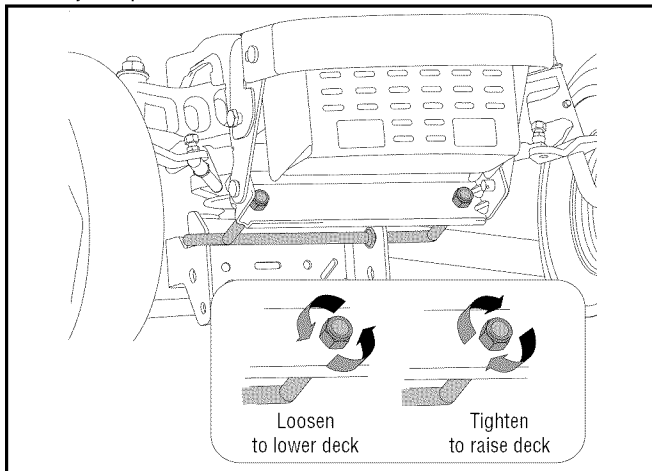

Figura 9
- Localice las dos tuercas de seguridad que se encuentran en la parte delantera del soporte estabilizador. Vea la Figura 9. Ajuste las tuercas de seguridad para levantar la parte delantera de la cubierta; afloje las tuercas de seguridad para bajar la parte delantera de la cubierta.